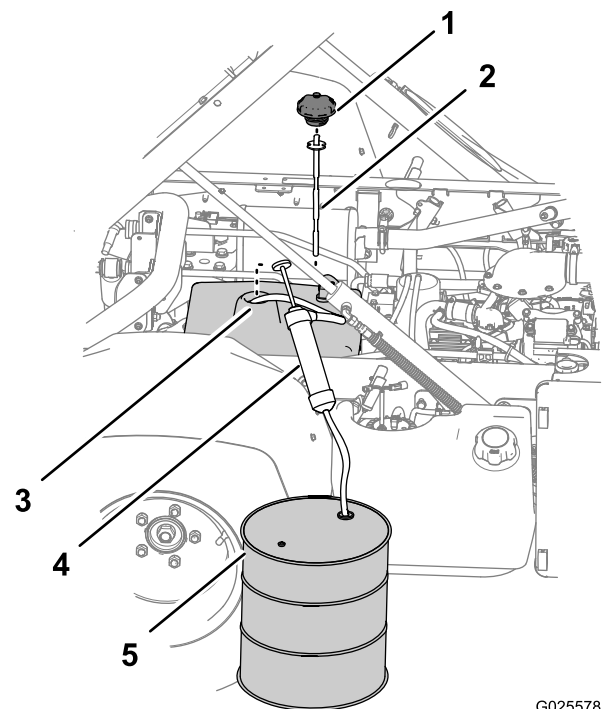

Figura 91
3. Retire el tapón y la varilla del cuello de llenado del depósito (Figura 91).
4. Pase la manguera de entrada de la bomba manual por el cuello de llenado del depósito de combustible y hasta el fondo del depósito (Figura 91).
5. Dirija la manguera de salida de la bomba manual hacia un recipiente de recogida (Figura 91) con capacidad para 11,4 litros (Modelo sin TC) o 18,9 litros (Modelo sin TC con el kit de hidráulica de alto caudal (opcional) o Modelo TC).
7. Retire la bomba manual del depósito (Figura 91).
8. Añada 7,5 litros (Modelo sin TC) o 15,1 litros (Modelo sin TC con el kit de hidráulica de alto caudal (opcional) o Modelo TC) del fluido hidráulico especificado al depósito hidráulico (Figura 91).
9. Instale la varilla y el tapón en el cuello de llenado del depósito hidráulico (Figura 91).